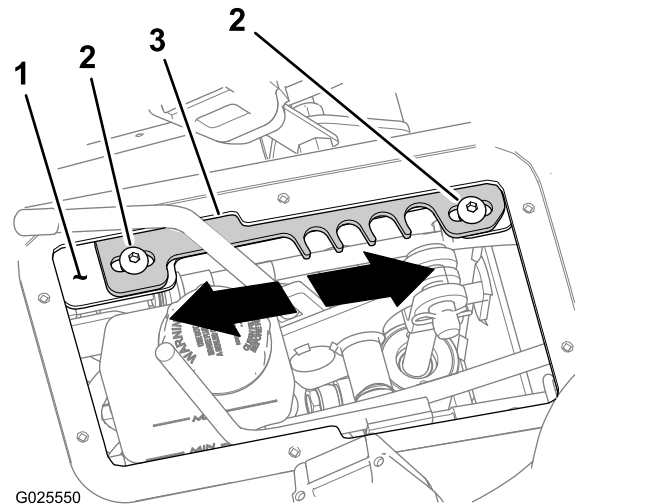

Figure 70
4. Amenez le sélecteur de gamme en position T (TRANSPORT) (Figure 70).
5. Desserrez les 2 vis à tête hexagonale creuse (5/16 x 3/4") qui fixent la plaque de verrouillage au support du levier (Figure 70).
- Déplacez la plaque de verrouillage **en avant** pour augmenter la limite de vitesse de déplacement maximale (Figure 70).
- Déplacez la plaque de verrouillage **en arrière** pour réduire la limite de vitesse de déplacement maximale (Figure 70).